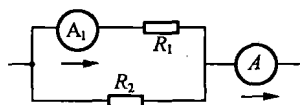

图 1-14 电流表的连接
(1) 在测量电路电流时,一定要将表串接在被测电路中,如图 1-14 所示。其中表 A_1 是测量负载 R_1 流过的电流,表 A 是测量 R_1 与 R_2 流过的电流之和。